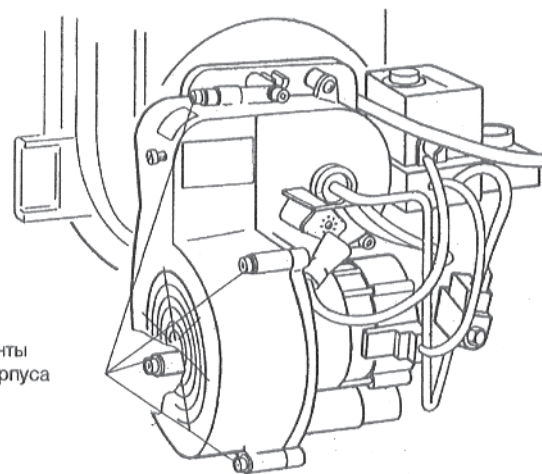

Рис.8
- Ослабить четыре винта корпуса (рис.8). После этого можно снять влево левую половину корпуса.